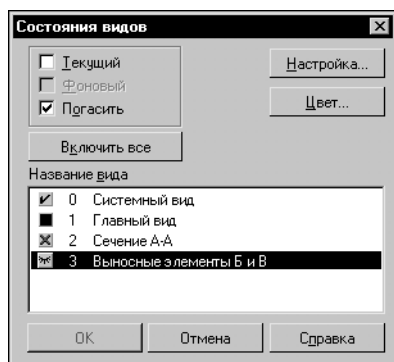

Рис. 16.16. Погашение вида
7. Нажмите кнопку **Состояния видов**. В появившемся на экране диалоге выберите вид *Выносные элементы Б и В*. Включите опцию **Погасить** и нажмите кнопку **ОК** (рис. 16.16).